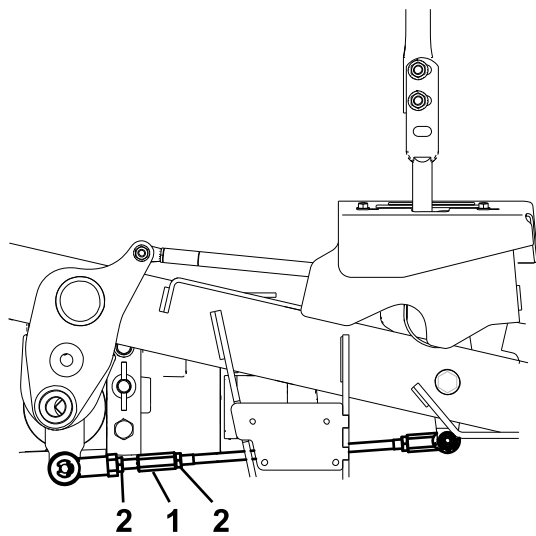

Figura 66
10. Ajuste la longitud de las varillas de control de las bombas girando las tuercas dobles de la varilla en el sentido apropiado, hasta que las ruedas se muevan ligeramente en marcha atrás (Figura 66).